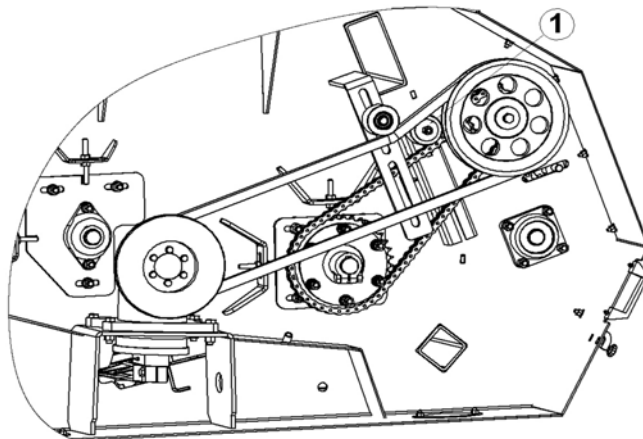

Abb.5
Die richtige Spannung bei dem Kettenantrieb soll regelmäßig überprüft werden. Die Regelung erfolgt über eine Spannrolle (1) (Abb.5).